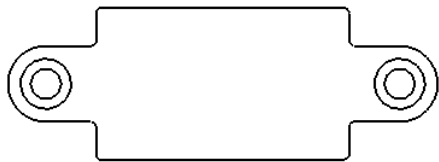

图 3.12.5 俯视图
#### Stage4. 创建图 3.12.5 所示的俯视图
Step1. 选取主视图右击，在系统弹出的快捷菜单中选择 ☒ **投影视图 (P)** 命令。
Step3. 双击俯视图，在系统弹出的“绘图视图”对话框中选取 **类别** 区域的 **视图显示** 选项，在 **显示样式** 下拉列表中选择 ☒ **消隐** 选项，在 **相切边显示样式** 下拉列表中选择 ☒ **无** 选项，单击 **确定** 按钮，此时俯视图如图 3.12.5 所示。